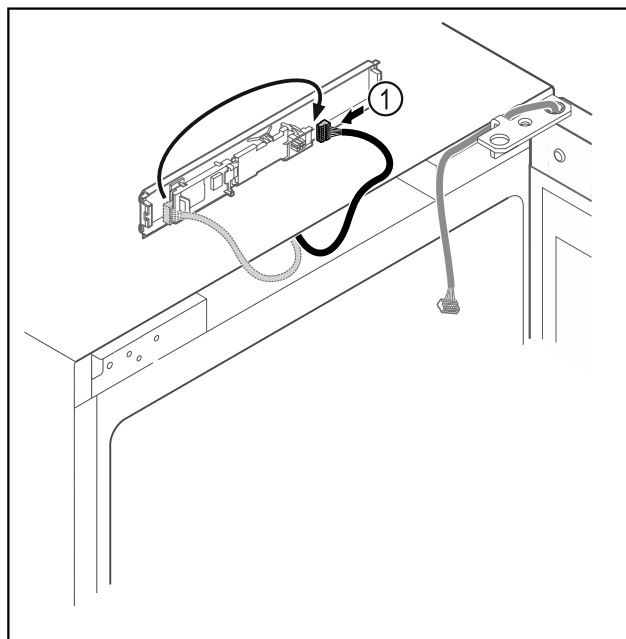

Fig. 19
- Sett pluggen Fig. 19 (1) om på kretskortet.